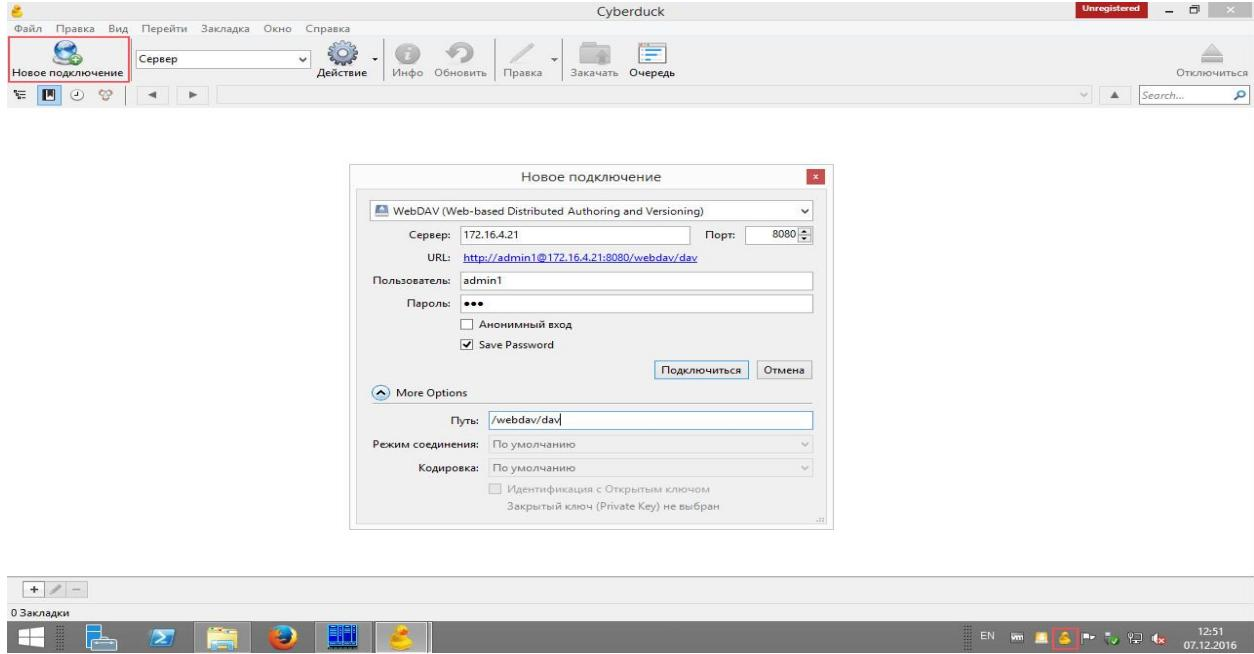

Рисунок 64 – Подключение WebDAV тома к Windows через Cyberduck
- 4) Нажать на кнопку «Новое подключение» в левом верхнем углу окна программы (см. Рисунок 64).